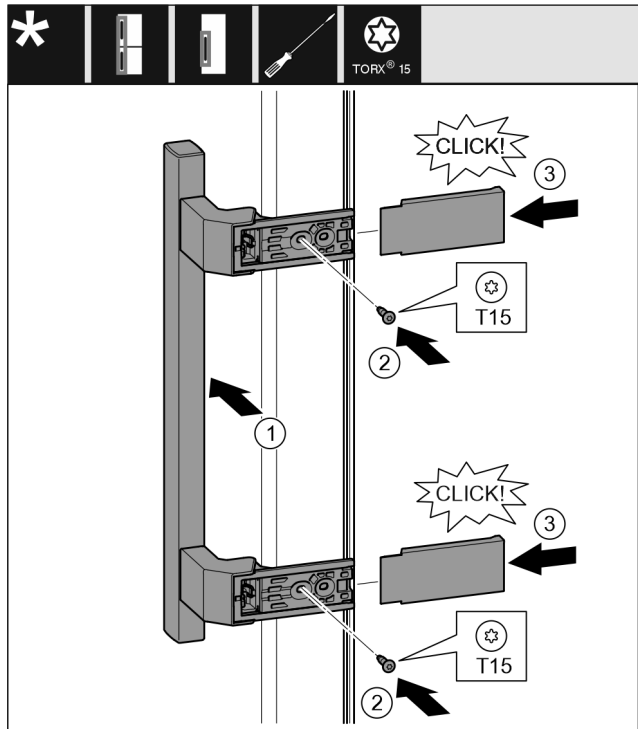

Fig. 20
- Поставете дръжката от другата страна. Fig. 20 (1)
- С отвертка T15 затегнете винтовете. Fig. 20 (2)
- Поставете отсрани капците и ги нахлузете. Fig. 20 (3)